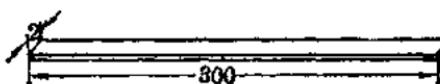

图 1
- 先把竹片削成长 300 毫米、宽 20 毫米、厚 5 毫米的竹片三根，再削一根同样宽、同样厚的 200 毫米长的竹片（图 1）。